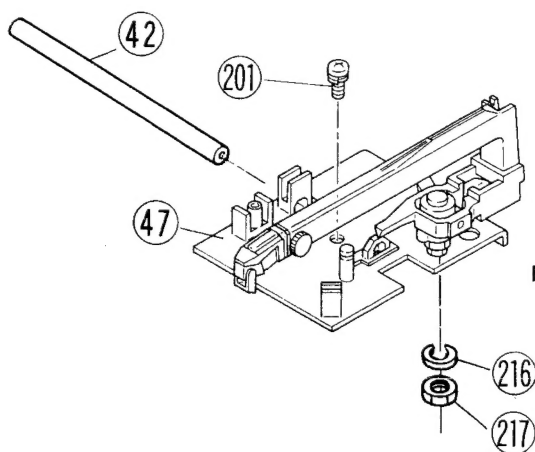

Figure 8
4. After removing the Screw (201) described in Fig. 8, remove the Bracket K (47) by lifting the left end of the Guide (42).
4. ビス (201) をとり、ガイド(42)の左端を持ち上げるようにしてブラケット K (47) を取りはずす。(図8)
3. Remove the Hexagon Nut (217) and Spring Washer (216) to remove the tonearm assy (Fig. 8).
3. 六角ナット(217)及びスプリングワッシャー(216)をとりトーンアーム assy を取りはずす。(図8)